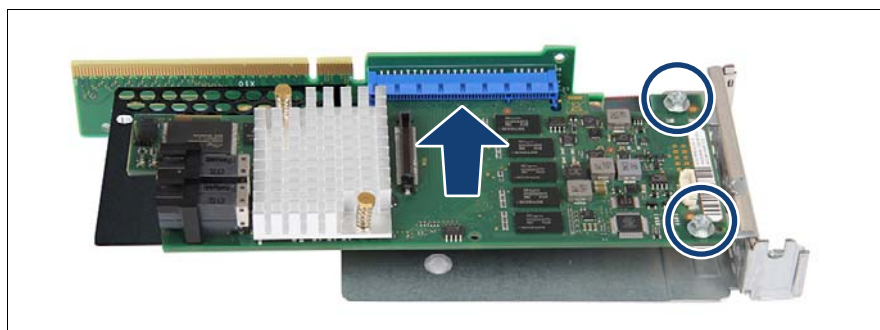

図 125: 拡張カードの取り付け - ライザーモジュール 1、スロット 1 の例 1
- ▶ スロット: 2本のネジを取り外します (図 125 を参照)。